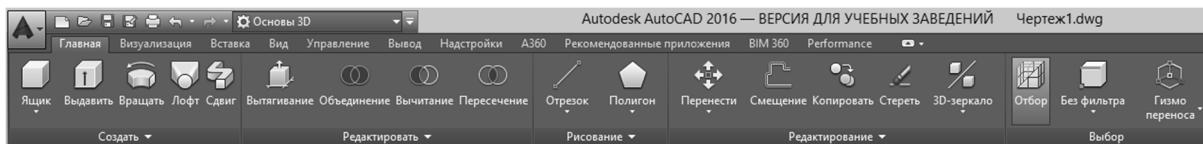

Рис. 5
2) «Основы 3D» (*3D Basics*). Представлены некоторые инструменты для создания трехмерных моделей. Лента показана на рис. 5.